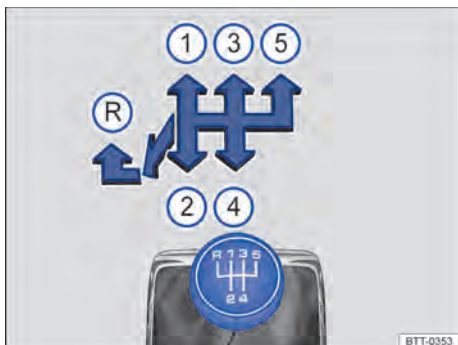
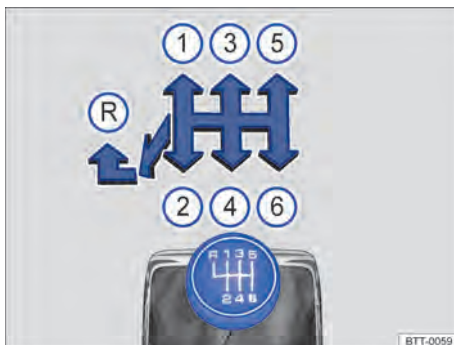

Fig. 98 Esquema de troca de marchas da transmissão manual de 5 marchas.
Fig. 99 Esquema de troca de marchas da transmissão manual de 6 marchas.
As posições de cada marcha estão representadas na alavanca de troca de marcha ⇒ Fig. 98 e ⇒ Fig. 99.
- Empurrar a alavanca de troca de marcha totalmente para a esquerda e depois para frente até a posição da marcha a ré ⇒ Fig. 98 e ⇒ Fig. 99 (R).